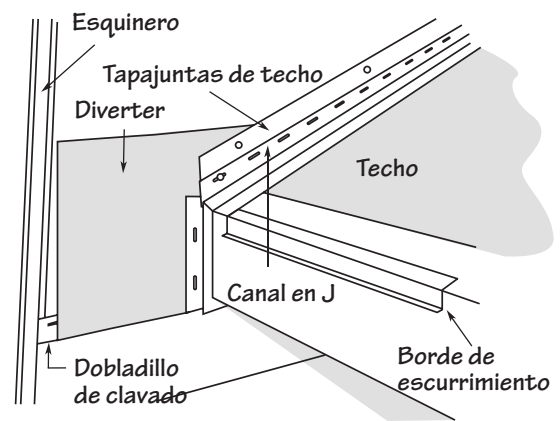

Figura 42.
- Corte una desviación de una hoja de revestimiento de aluminio, verificando que se coloque sobre el dobladillo de clavado de la última hilera completa (Figura 42). También verifique que se haya colocado detrás de todos los canales en J y el tapajuntas de techo.